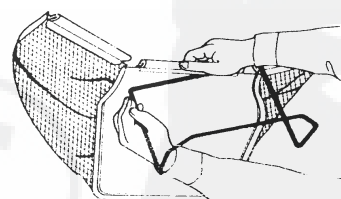

Fig. 10-1
2. Insérez le cadre en acier dans le clip (Fig. 10-1)